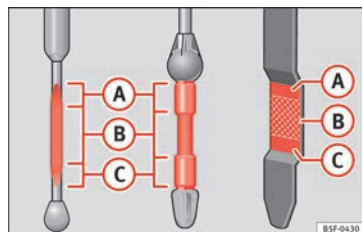

Fig. 111 Varetas de medição do nível de óleo.
A vareta do óleo indica o nível do óleo do motor. » **Fig. 111.**
- O nível de óleo nunca pode ultrapassar a zona **A** » **Fig. 111. Risco de danos no sistema de escape!**